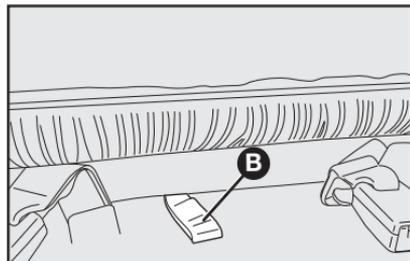

fig. 86
6) Incline hacia adelante el asiento trasero completo, utilizando el tirador **B**-fig. 86, de manera que se obtenga una superficie de carga única **fig. 88**.